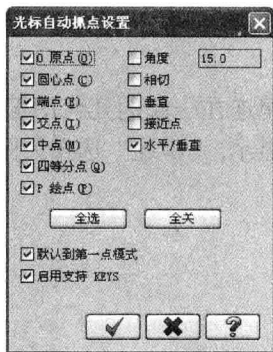

图 1-6 “光标自动抓点设置”对话框
3) ：自动捕捉设置。单击“自动捕捉”按钮，系统弹出如图 1-6 所示的“光标自动抓点设置”对话框，用户可以根据需要设置自动捕捉的类型。